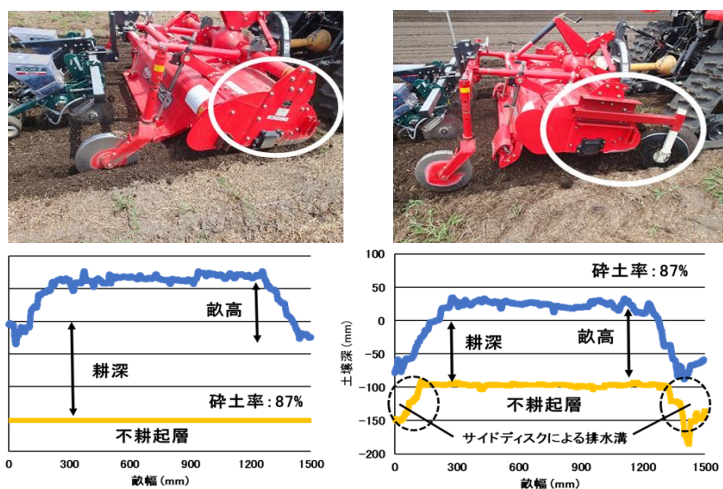

図 1 改良前 (左上) と改良後 (右上) の逆転ロータリおよび逆転ロータリの平高畝耕による慣行耕深 (左下) と浅耕 (右下) で播種した直後の畝断面図
1. 両側 3 本の爪配列を内側に向けた平高畝仕様の逆転ロータリに改良を加え、前方にサイドディスクをロータリの耕深より 5cm 程度低い位置に取り付けます (図 1 上)。
少ない仕様になっています (図 1 右上)。
3. 浅耕播種であっても慣行の畝立て播種と同様の畝ができるため畝の形状に大きな差はなく、碎土率も同程度です (図 1 下)。
4. サイドディスクにより不耕起層にも排水溝が形成され、大雨の場合の排水性が確保できます (図 1 右下)。